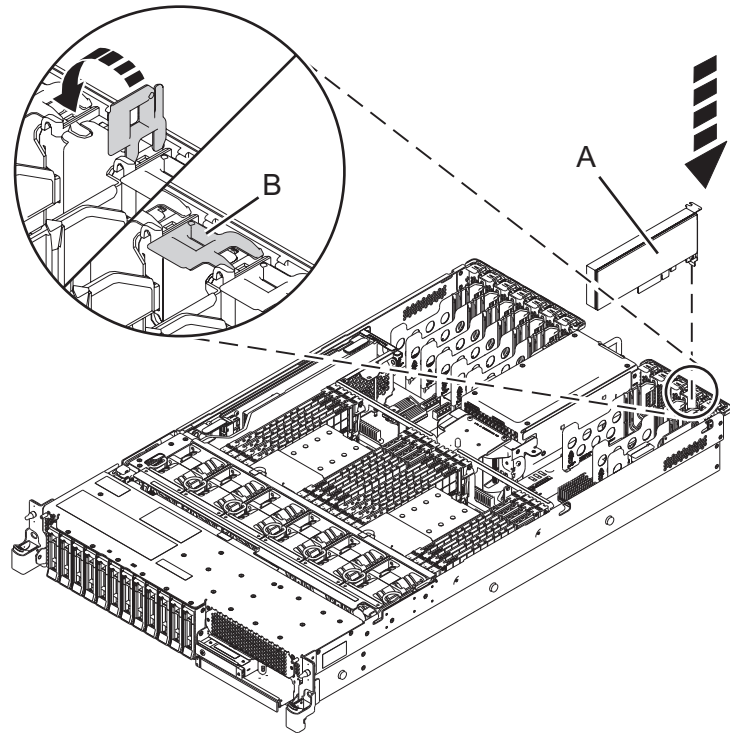

図 3. 5148-21L、5148-22L、8247-21L、8247-22L、8284-21A、または 8284-22A システムでのPCIe アダプターの取り付けまたは再取り付け
8. ターゲット・スロットにあるアダプター・ラッチ **(B)** がまだオープンの場合、ラッチを、システム背面でそのクリップから外側に回転させて、ラッチを引っ張ってオープンの位置にします (以下を参照)。7 ページの図 3
9. アダプターの上端またはテール・ストックを注意深く握り、図に示すように、システム・バックプレーン **(A)** のスロットとそのコネクタにアダプターを位置合わせします。7 ページの図 3
11. アダプターをスロットにロックするには、アダプター・ラッチ **(B)** を図に示されている方向に回転させます。7 ページの図 3